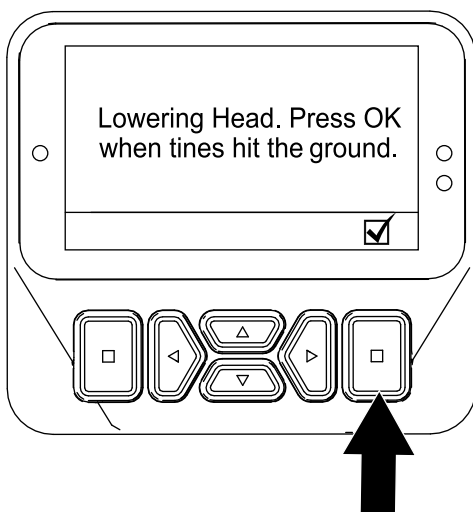

Figura 64
6. Atunci când orice dinte atinge solul, apăsai butonul de selectare de pe ecranul Lowering Head (Coborâre cap) (Figura 64).